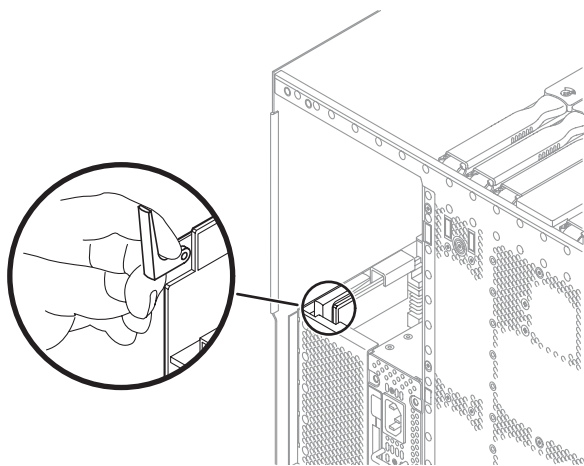

図 7-5 配電盤の取り外しレバーのラッチの解除
10. 配電盤の取り外しレバーを垂直になるまで起こします (図 7-5)。
7. 取り外しレバーを水平にします (図 7-5)。